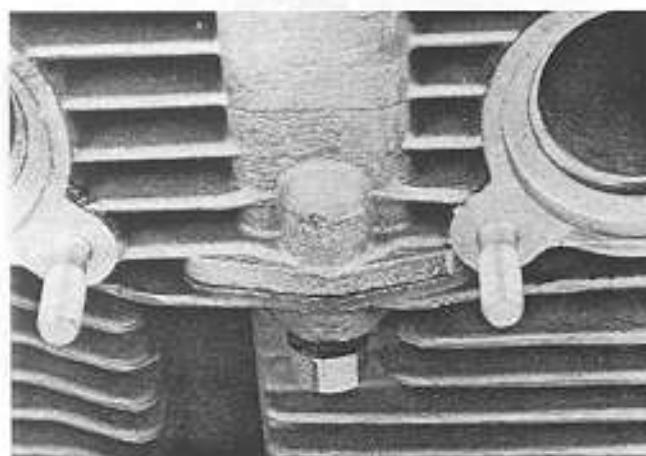

Fig. 37
- Rimuovere i due dadi esterni della testata ed i due dadi posti anteriormente e posteriormente al passaggio della catena di distribuzione (Fig. 37).
- Undo and remove the two outer nuts of the cylinder head and the two nuts located at both ends of the cam chain housing (Fig. 37).